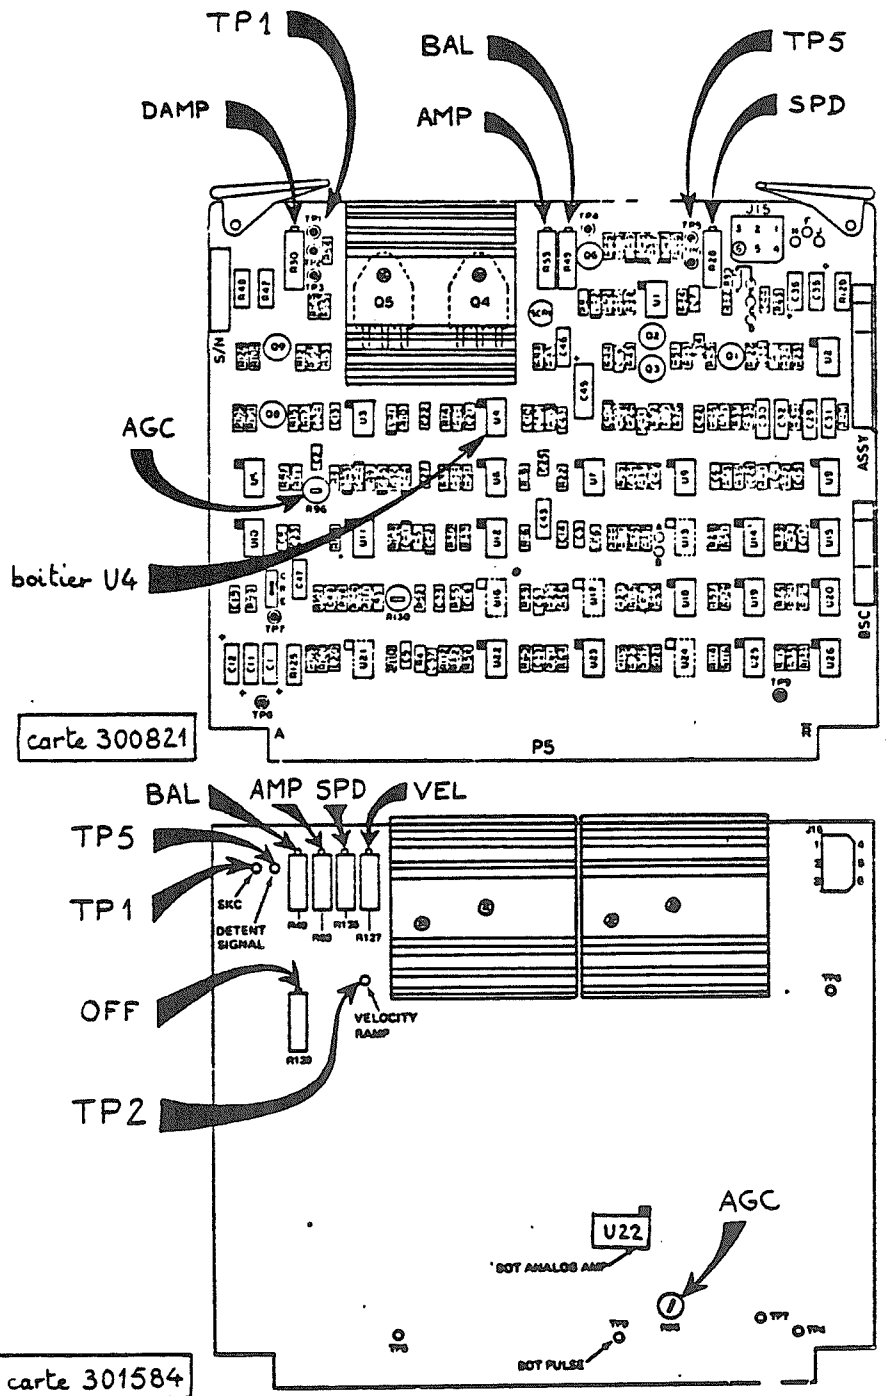

Figure 14
Remarque	Il existe deux types de cartes SVA (fig. 8) dont les procédures de réglage sont légèrement différentes (voir distinction fig. 14) bien que ces cartes soient totalement interchangeables
Connecter l'oscilloscope | canal 1 en TP3 de la carte SVA (fig. 14) (2V/cm)
Connecter l'oscilloscope | canal 1 en U4-7 de la carte SVA (fig. 14) (2V/cm)
Déplacer manuellement les têtes d'avant en arrière et vice-versa autour du point de chargement, et, avec le potentiomètre AGC: R96 (fig. 14) régler l'amplitude du signal obtenu entre 5 et 5,5 Volts (fig 15)
Connecter l'oscilloscope | canal 1 en TP5 de la carte SVA (fig. 14) (2V/cm)
- régler l'amplitude du signal obtenu (fig. 16) à 10 volts crête à crête avec le potentiomètre AMP: R53 (fig. 14)
- puis régler le potentiomètre **BAL:R49** (fig. 14) de façon que le signal obtenu (fig. 16) ait des demi-alternances égales en amplitude, c'est à dire $+5V^{+0,5V}_{-0V}$ et $-5V^{+0V}_{-0,5V}$
- canal 1 en TP1 de la SVA (fig. 14) (2V/cm)
- canal 2 en TP5 de la SVA (fig. 14) (2V/cm)